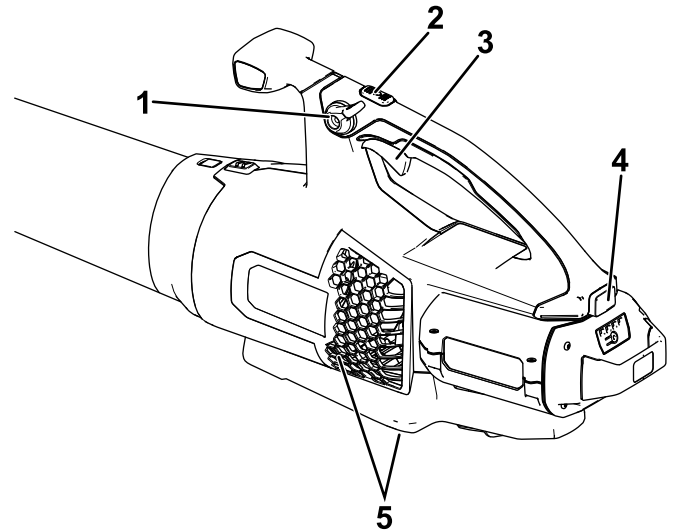

Figura 3
4. Para arrancar el soplador, apriete el gatillo de velocidad variable (Figura 3).
Nota: Active el bloqueo de velocidad para mantener la máquina encendida sin tener que apretar el gatillo de velocidad variable (Figura 3).
Para obtener el máximo rendimiento (velocidad de aire), presione a fondo el gatillo de velocidad variable, luego mantenga pulsado el botón de potencia turbo durante el tiempo deseado (Figura 3).
Para ajustar la velocidad del aire mientras sopla, utilice el gatillo de velocidad variable (Figura 3).
Para mantener la velocidad actual del aire, active el bloqueo de velocidad (Figura 3).
Para apagar el soplador, desactive el bloqueo de velocidad (si lo está usando) y suelte el gatillo de velocidad variable (Figura 3).